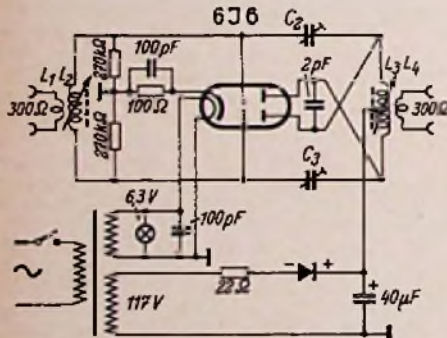

Bild 1. Schaltung eines einfachen Fernseh-Antennenverstärkers
M. C. Entee beschreibt einen leicht zu bauenden, einfachen Antennenverstärker, der zum Anschluß an  $300\text{-}\Omega$ -Kabel angepaßt und ursprünglich für den Fernsehkanal 13 (210 bis  $216 \text{ MHz}$ ) dimensioniert ist. In der Schaltung (Bild 1) sind  $C_2$  und  $C_3$  Neutralisationskondensatoren, die folgendermaßen hergestellt werden: Um den  $16 \text{ mm}$  langen rechtwinklig abgeogenen Schenkel eines blanken Drahtes von
In unmittelbarer Nähe eines UKW-Senders kann man manchmal auch mit Kristall-Detektoren brauchbare Ergebnisse erzielen. Wenn die Antenne so günstig angelegt ist, daß sie einige Hundertstel oder gar Zehntel Volt an den Empfänger abgeben kann, wird man mit einem richtig aufgebauten Kristall-Detektor und einem nachgeschalteten empfindlichen Niederfrequenzverstärker oft sogar Lautsprecherempfang erzielen können. Eine entsprechende Schaltung zeigt Bild 1.